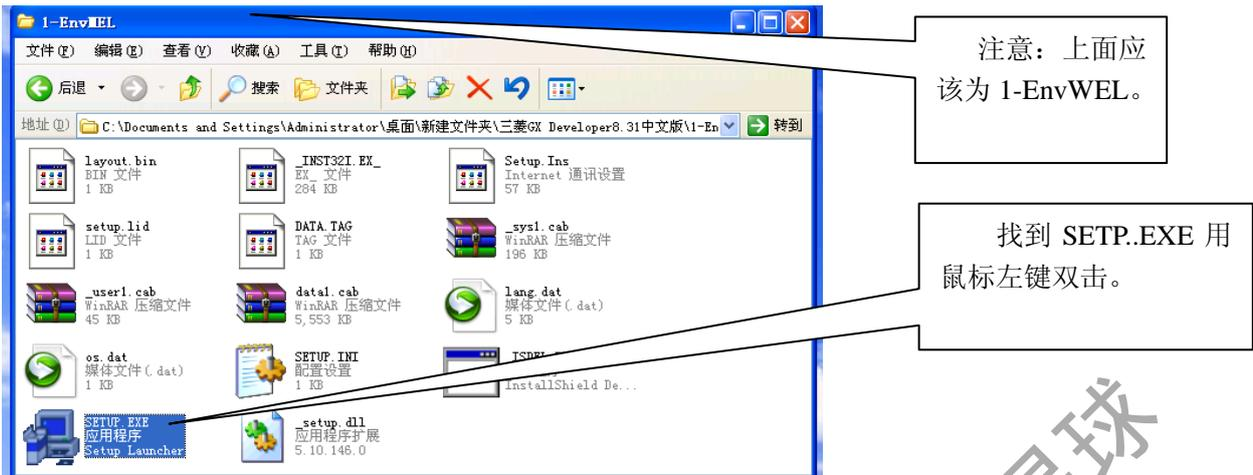

图3-10 软件安装
* 打开 1-EnvMEL 文件夹找到 SETP.EXE 程序如下图 3-10 所示;